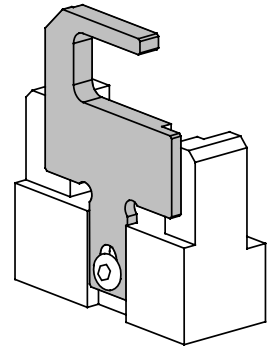

BILD 1 EINSTELLUNG DES AUSWERFERS
- 3.1.7) Überprüfen Sie die Einstellung des Auswerfers (09). Sollten Sie mit Kabelschuhen vom Typ ANE 7-M.... bis ANE 9 M.... arbeiten, muß er in die Position "vollkommen gehoben" gebracht werden (siehe Bild 1).**